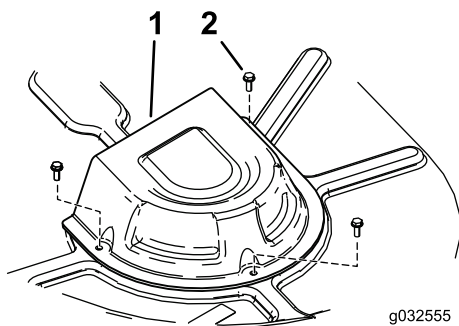

Figura 73
4. Retire as coberturas da polia (Figura 73).